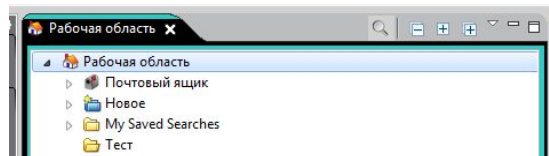

Рис. 5
1. В рабочей области необходимо выбрать папку для создания объекта(папка, деталь, сборка). Следует **обращать внимание, где располагается синяя полоска в рабочей области, она определяет место создания нового объекта (Рис.5)**